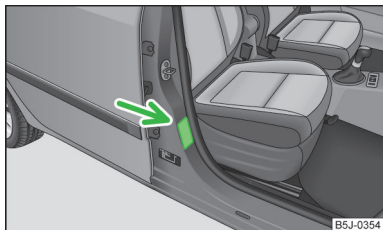

Fig. 121
- Asupra acestui aspect atenționează și autocolantul care se găsește pe stâlpul B, pe partea pasagerului față » fig. 121. Eticheta poate fi observată după deschiderea portierei pasagerului față. În unele țări, eticheta este lipită pe parasolarul pasagerului față.